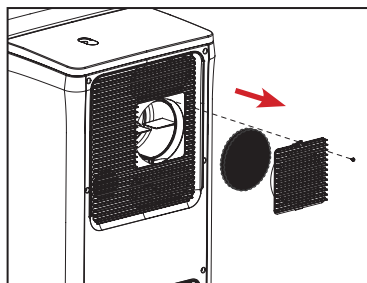

Рис. 1
1. Открутите крепежный винт и откройте съемную вентиляционную крышку, чтобы получить доступ к поролоновому воздушному фильтру (см. рис. 1).